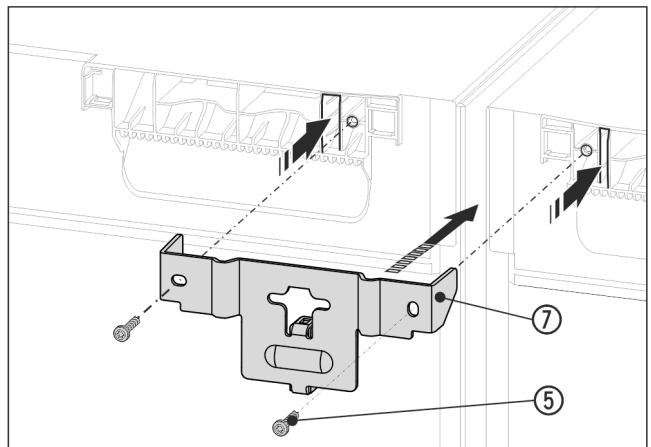

Fig. 15 Illustrationen är ett exempel
- ▶ Tryck in vinkel Fig. 15 (7) och distansstycke mellan apparaterna och mot flikarna i apparaternas tak. Dra fast med två skruvar Fig. 15 (5).